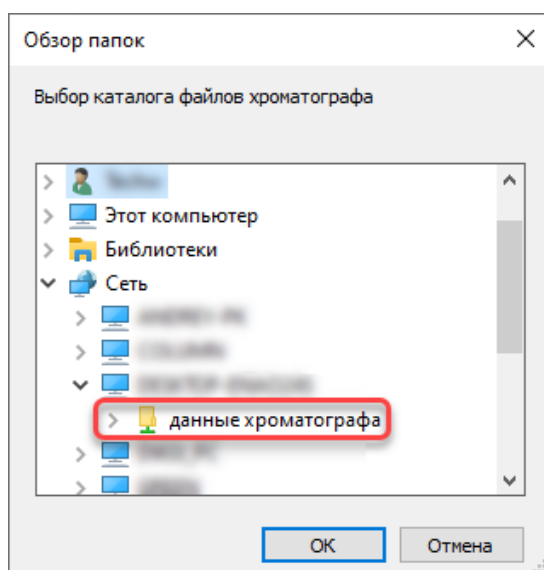

Рисунок 38. Выбор каталога с файлами данных хроматографа
2. В появившемся диалоге выберите каталог с файлами данных хроматографа (рис. 38, подробнее см. Получение доступа к каталогу с данными хроматографа).